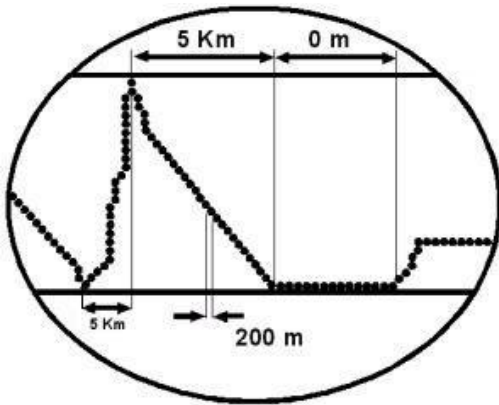

Fig. 1
Zona de distância (T, U, T1): Formada por pontos (T) entre duas retas paralelas (U) (Vide fig. 1). Estas retas, separadas por não menos de 3 mm uma da outra. Estes pontos (T) formarão ligações (T1) entre as duas retas paralelas (U), resultando de cada ligação completa uma distância percorrida de 5 Km (T1). A figura 1 fornece uma ampliação (ZOOM) deste trecho da fita em que se pode obter informações mais precisas para uma futura análise.